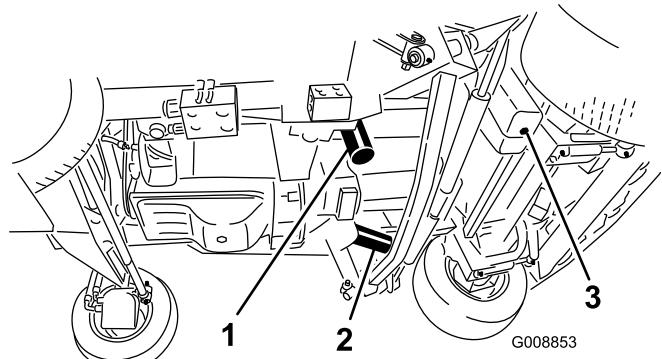

Figura 86
3. Retire el tapón de vaciado (Figura 86) de la parte inferior del depósito y deje que se drene el aceite hidráulico al recipiente. Coloque el tapón de vaciado cuando el aceite hidráulico se haya drenado.
4. Limpie alrededor de la zona de montaje de los filtros. Coloque un recipiente debajo del filtro y retire el filtro (Figura 86).